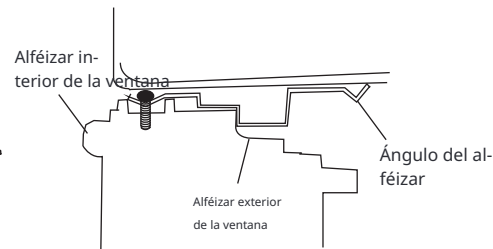

Fig.12
2. Coloque el gabinete en la ventana con el ángulo del alféizar inferior firmemente asentado sobre el alféizar de la ventana como se muestra. Baje temporalmente la ventana detrás del ángulo superior para sostener el gabinete en su lugar (Fig.12).